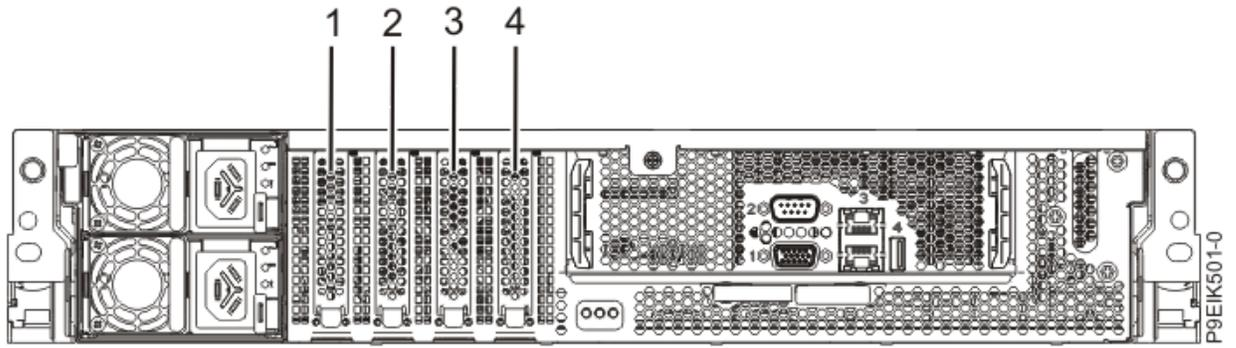

Figura 52. A vista posterior de um sistema com ranhuras PCIe indicadas
2. Escolha a ranhura correcta para o adaptador PCIe como apresentado na Figura 52 na página 85.